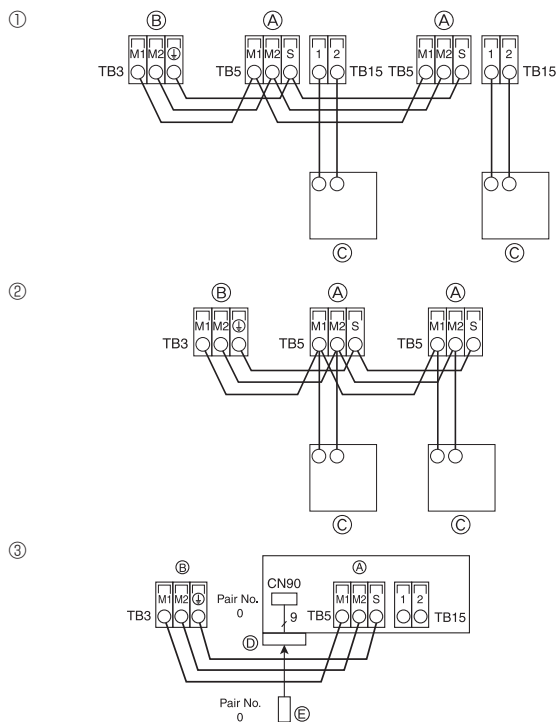
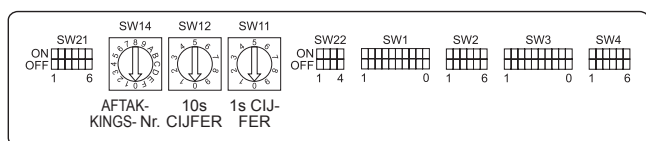

Fig. 4-8
Fig. 4-9
4.4. Afstandsbediening en transmissiekabels voor de binnen- en buitenunit aansluiten (Fig. 4-8)
- ① MA-afstandsbediening
- ② M-NET-afstandsbediening
- ③ Draadloze afstandsbediening (bij installatie van draadloze signaalontvanger)
- ④ Aansluitblok voor transmissiekabel binnen
⑤ Aansluitblok voor transmissiekabel buiten (M1(A), M2(B), ④(S))
⑥ Afsstandsbediening
⑦ Draadloze signaalontvanger
⑧ Draadloze afstandsbediening
4.5. De aansluitadressen instellen (Fig. 4-9)